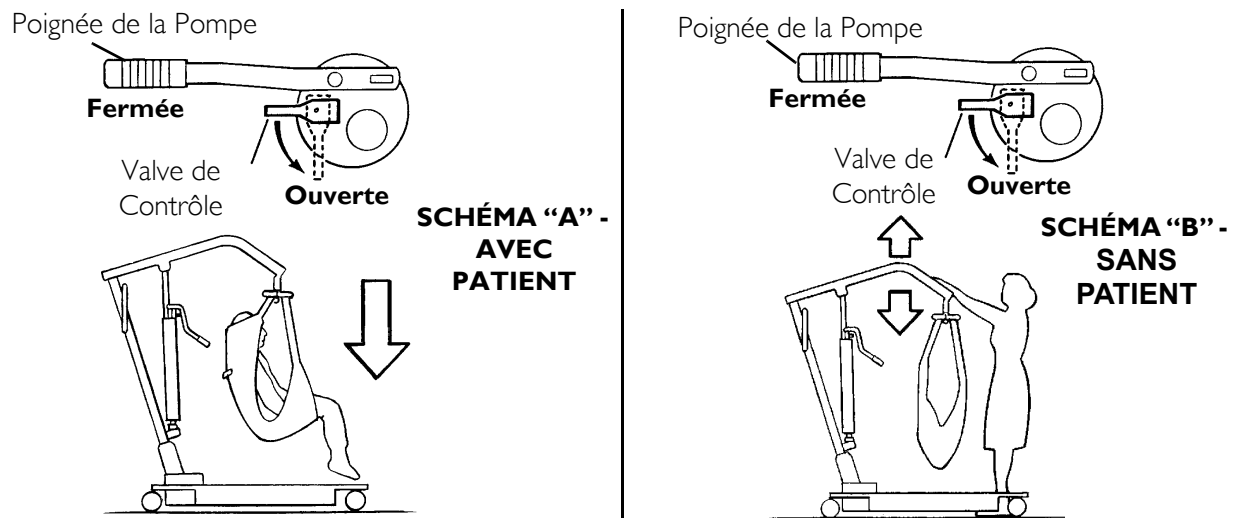

FIGURE 3.4 Baisser le Lève-Patient
NOTE: Pour cette procédure, se référer à la FIGURE 3.4.
- Ouvrir légèrement la valve de contrôle. Voir schéma "A" de la FIGURE 3.4.
- Ouvrir la valve de contrôle et baisser la perche. Voir schéma "B" de la FIGURE 3.4.